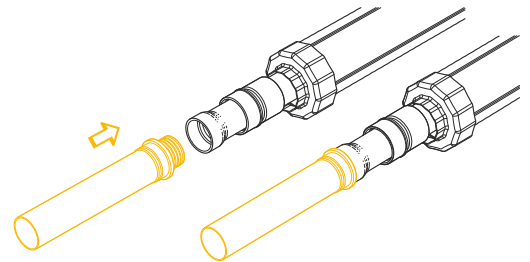

Рис. 4.5.8
9. Вставить втулку пресс-фитинга в расширенную часть напорной трубы до упора (рис. 4.5.8).